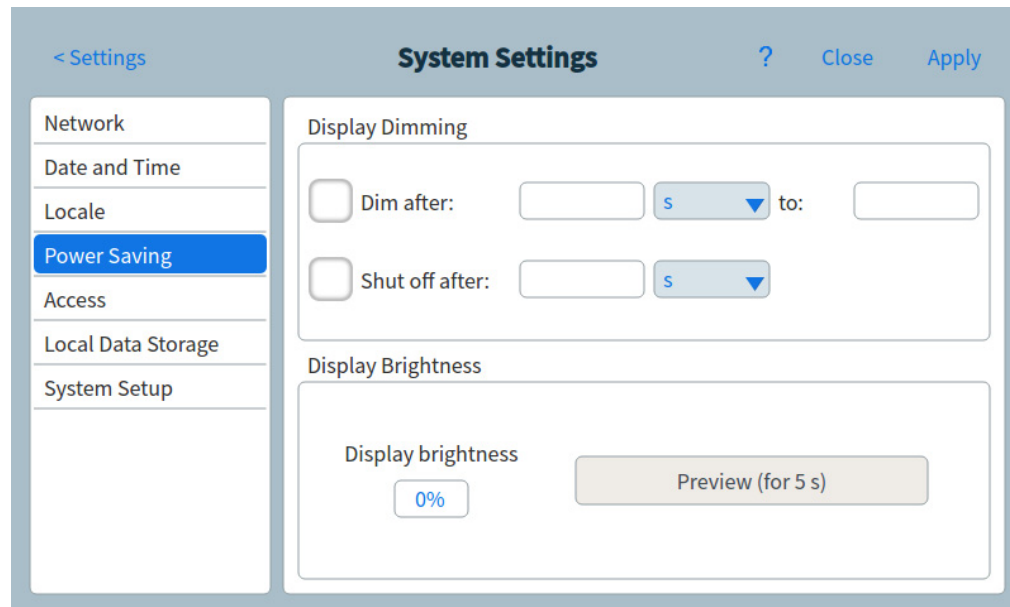

Figura 59. Página de ahorro de energía
- 1 En la página (Parámetros del sistema (System Settings)), seleccione la página **Ahorro de energía (Power Saving)**. Se abrirá la página ahorro de energía. Consulte **Figura 59**.